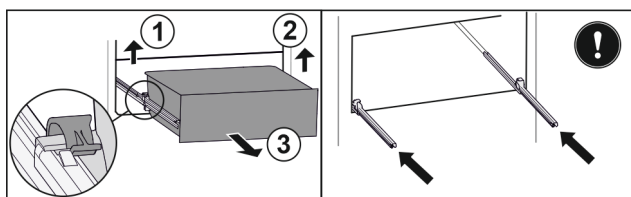

Fig. 101
- ▶ Приподнимите левый зажим и одновременно вытяните движением вперед выдвижной ящик слева. Fig. 101 (1)
- ▶ Приподнимите правый зажим и одновременно вытяните движением вперед выдвижной ящик справа. Fig. 101 (2)
- ▶ Извлеките выдвижной ящик движением вперед. Fig. 101 (3)